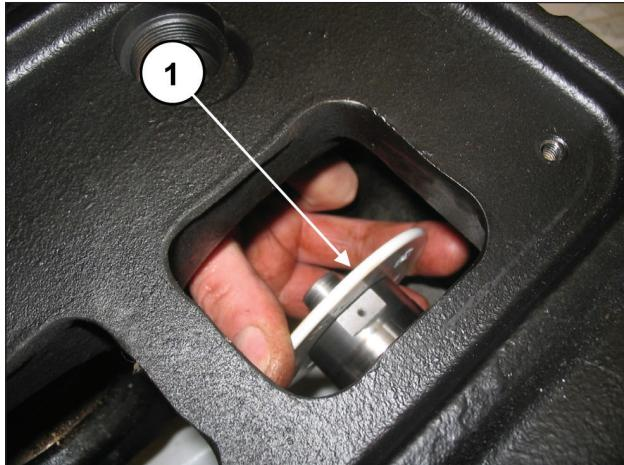

Рис. 126
Снимите с направляющей поршней брызгозащитные кольца (поз. ①, Рис. 126).